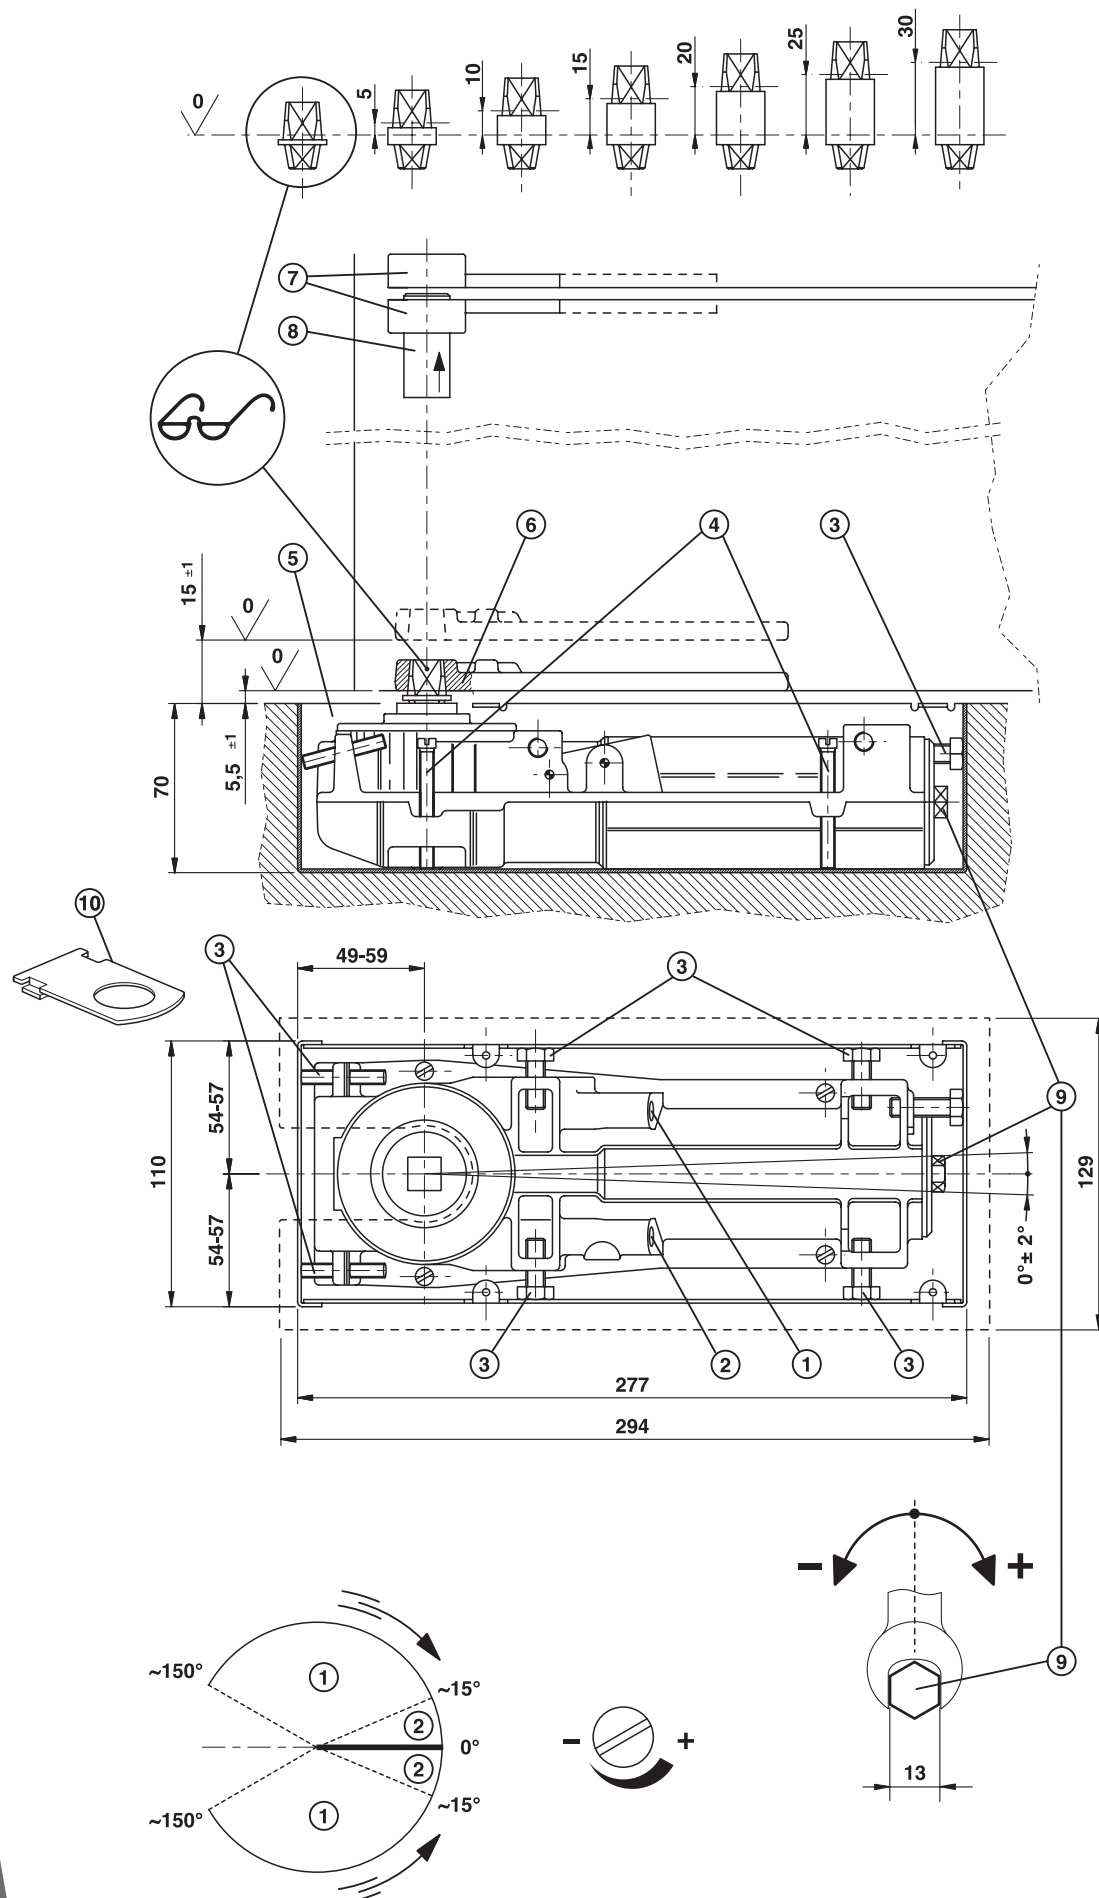

FIG. 1
1. Enlever le collant qui ferme l'ouverture de l'axe et placer l'axe désiré (voir Fig.1).
2. Les deux accessoires (6) et (7) sont à monter sur la porte. Il est important de réaliser un à plomb parfait.
3. Préparer l'ouverture dans le sol. Placer le boîtier (5), en hauteur absolument au niveau du sol fini. Assurez-vous que le point marquant le centre dans le boîtier soit à plomb avec la partie de l'accessoire (7) installé sur le cadre. Le boîtier sera maintenant scellé au niveau du sol fini.
4. Le mécanisme vient centré dans le boîtier (5) à l'aide des vis (3), prévues pour le réglage horizontal. Ajuster l'œillet de protection (12) sur l'axe avant d'installer la porte.
5. Fermer complètement, sans forcer, les vis de réglage de la vitesse (1) et (2). À l'aide d'une clé plate, tourner l'axe d'environ 60° dans le sens de l'ouverture. Avant de tourner l'axe dans sa position fermée, il y a lieu de placer la porte avec son accessoire inférieur (6) sur l'axe et de la fixer au cadre en connectant l'accessoire supérieur (7) à l'aide de la cheville (8). Bloquer la cheville (8).
6. Les vis de réglage de la vitesse (1) et (2) sont à dévisser légèrement, afin de fermer la porte. Maintenant il faut ajuster complètement la porte: horizontalement à l'aide des vis (3) et verticalement à l'aide des vis (4). Vérifier que la porte ne frotte pas et que la paumelle supérieure soit à plomb avec l'axe du ferme-porte. Visser à fond le vis (9) et (11) pour bloquer le frein dans la boîte à sceller (5).
7. **RÉGLAGE DE LA FORCE D'OUVERTURE/FERMETURE:** tourner la vis de réglage (10) dans le sens des aiguilles d'une montre pour augmenter la force, en sens inverse aux aiguilles d'une montre pour la diminuer.
8. **RÉGLAGE DE LA VITESSE DE FERMETURE:** fermer complètement, sans forcer, la vis de fermeture finale (2). Ouvrir la porte jusqu'à 80° et régler la vitesse de fermeture initiale (~175°-15°) à l'aide de la vis (1) comme souhaité. Régler maintenant la vitesse de fermeture finale (~15°-0°) comme souhaité (plus rapide, identique ou plus doucement que la vitesse initiale) à l'aide de la vis (2). Il est recommandé de procéder au réglage de la vitesse de fermeture par quart de tour chaque fois. A retenir que la vitesse maximale sera obtenue par 3 tours entiers, à partir d'une vis complètement fermée. Si la vis est tournée encore au-delà, une perte d'huile peut être occasionnée et la garantie d'usine n'est plus donnée.